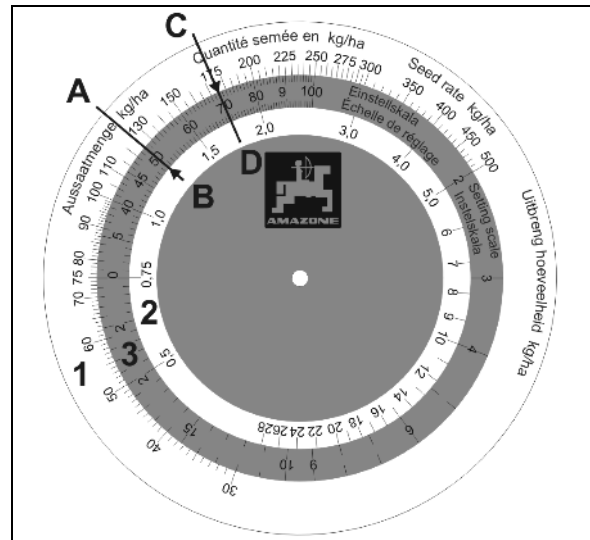

Fig. 89
Die Rechenscheibe besteht aus drei Skalen: einer äußeren weißen Skala (Fig. 89/1) für alle Ausbringmengen über 30 kg/ha und einer inneren weißen Skala (Fig. 89/2) für alle Ausbringmengen unter 30 kg/ha. Auf der mittleren, farbigen Skala (Fig. 89/3) sind die Getriebestellungen von 1 bis 100 angegeben.
2. Die Ausbringmenge **125 kg/ha** (Fig. 89/A) und die Getriebestellung **50** (Fig. 89/B) auf der Rechenscheibe übereinander stellen.
3. Lesen Sie nun auf der Rechenscheibe die Getriebestellung für die gewünschte Ausbringmenge von **175 kg/ha** ab (Fig. 89/C). In unserem Beispiel ist das die Getriebestellung **70** (Fig. 89/D).